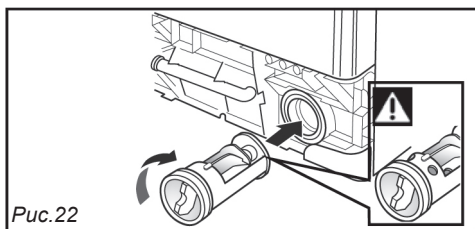

Рис.22
- Для замены, вставьте фильтр, расположив небольшой выступ на цилиндрической поверхности кверху (Рис. 22).
- Закрутите колпачок до упора (Рис. 22).